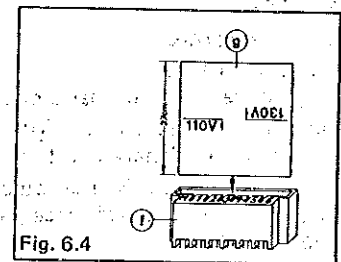

Fig. 6.4
- Tourner la plaquette ③ de manière à ce que l'inscription de la tension locale (par ex. 110 V~) se trouve à gauche, en bas, au-dessus du 1 de la réglette à fiche du coupleur ④ (Fig. 6.4).
- Enfoncer la plaquette ③ et revisser le boîtier.